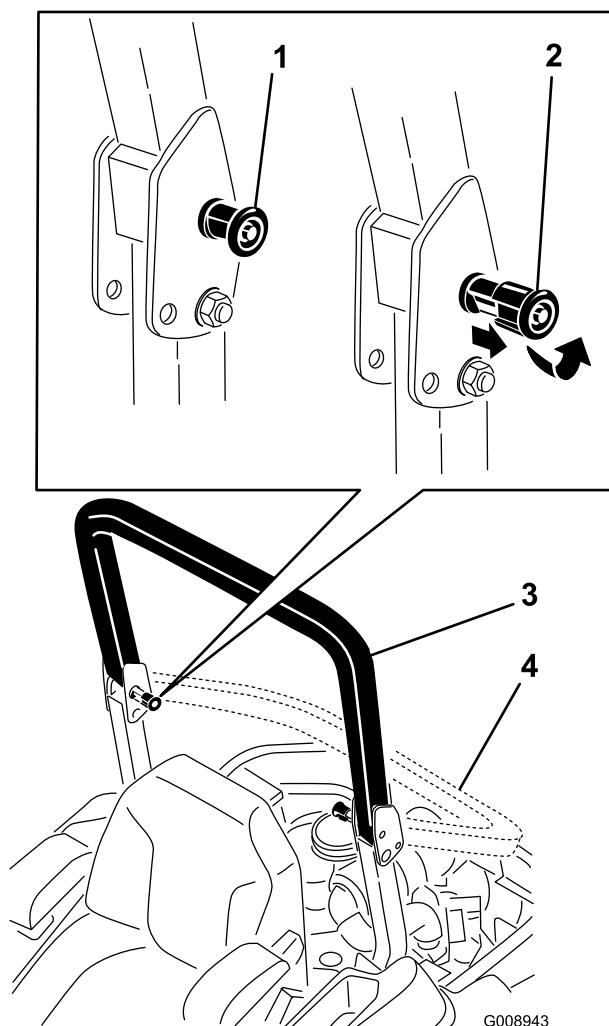

Figure 8
2. Tirez sur les deux boutons et tournez-les à 90° pour les désengager (Figure 8).
3. Faites pivoter l'arceau de sécurité à la position abaissée (Figure 8).
4. Pour relever l'arceau de sécurité à la position d'utilisation, tournez les boutons de sorte à les déplacer partiellement dans les rainures (Figure 8).
5. Redressez l'arceau de sécurité en position relevée tout en poussant dessus; les goupilles s'engagent en position quand les trous sont en face (Figure 8). Appuyez sur l'arceau de sécurité et vérifiez que les deux goupilles sont engagées.